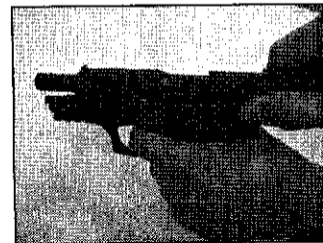

Рисунок 15
6.3.6.3 Отвести кожух ствола в крайнее заднее положение (см. рисунок 15). При этом выступ фальшствола должен перекрыть магазин как показано на рисунке 16, при неполном закрытии и недоходе фальшство-